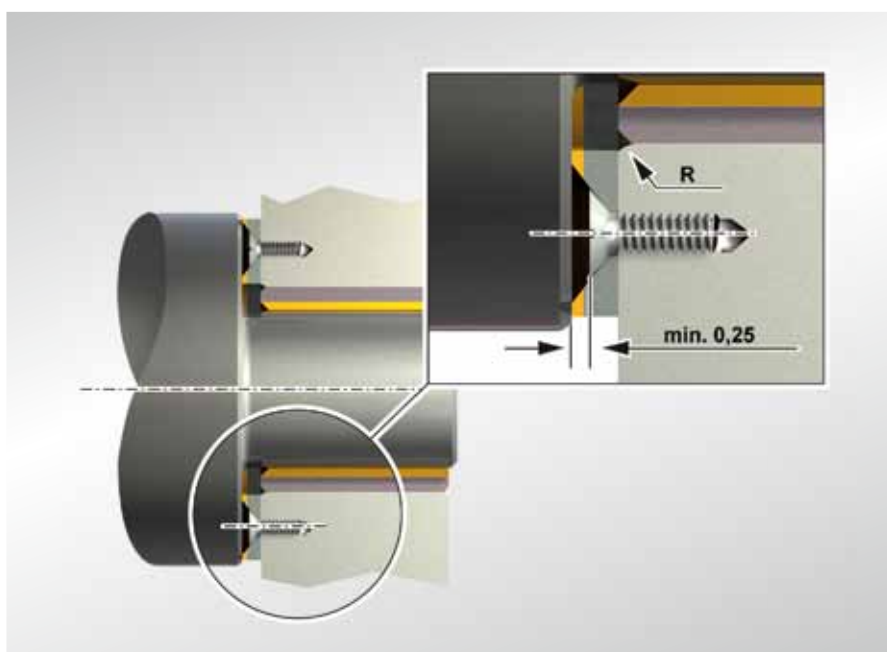

Abb. 41: Befestigen einer Anlaufscheibe PAW ohne Ausnehmung im Gehäuse
- mit mehreren Passstifte oder Schrauben sichern (Abb. 41)